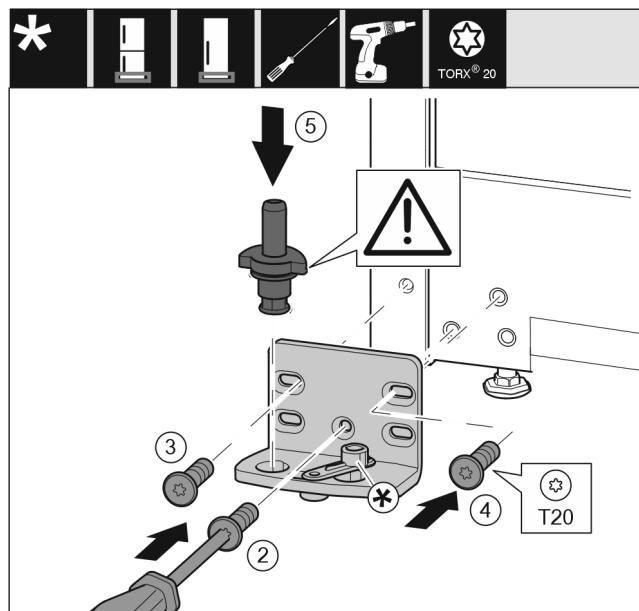

Fig. 16
- ▶ Uždékite atraminę gembę kitoje pusėje ir prisukite, naudodami atsuktuvą T20. Su varžtu 2 pradėkite apačioje viduryje. Fig. 16 (2)
- ▶ Tvirtai prisukite varžtus 3 ir 4. Fig. 16 (3,4)
- ▶ Istatykite visą atraminę gembę. Atkreipkite dėmesį į tai, kad fiksavimo kumšteliš būtų nukreiptas į galą. Fig. 16 (5)